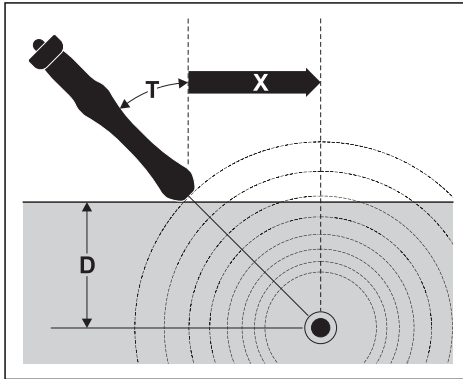

Fig. 18: Determinação da profundidade descendente
4. Incline o recetor num ângulo T entre 10° e 60° (fig. 18).